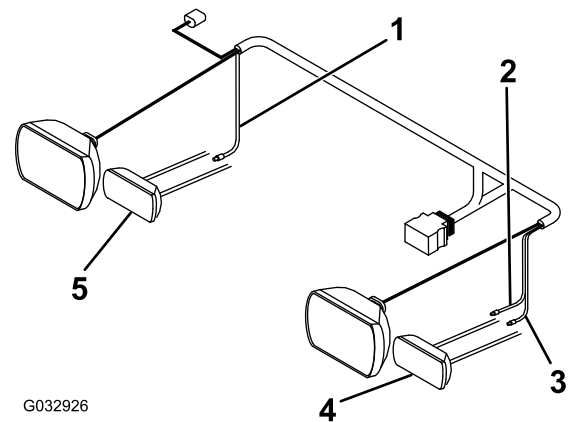

Figura 16
5. Conecte el cable rosa del arnés de cables largo al cable del intermitente derecho con un conector de empalme (Figura 16).
6. Conecte el cable violeta del arnés de cables largo al cable del intermitente izquierdo con un conector de empalme (Figura 16).
7. Conecte el cable amarillo del arnés de cables largo al cable de la luz de estacionamiento izquierda con un conector de empalme (Figura 16).